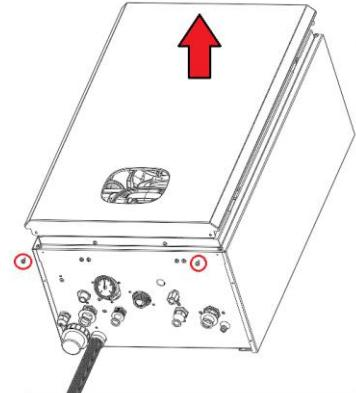

Рис. 1
4. Снимите переднюю панель котла, открутив соответствующие винты (рис. 1).